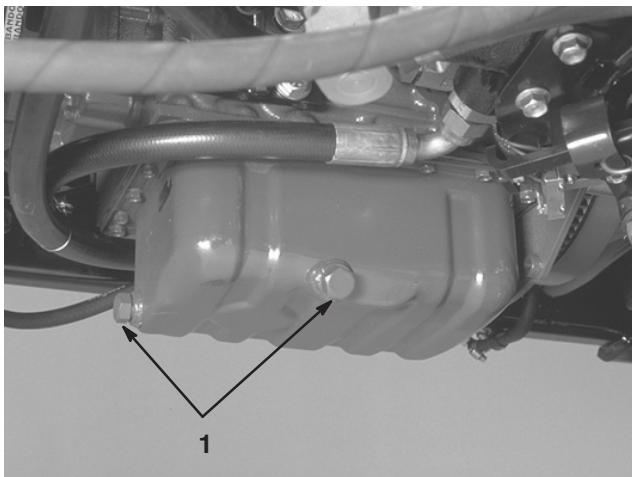

Figure 40
1. Retirez un bouchon de vidange (Fig. 40) et laissez s'écouler l'huile dans un bac de vidange. Remettez le bouchon quand toute l'huile s'est écoulée.